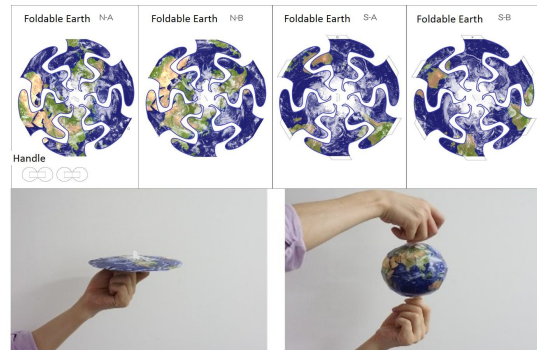

図2. 折りたたみ可能な地球の模型展開図(上)と立体形状(下)
(1) 図2に、作製した地球の模型を示す。4枚の展開図から地球を作ることができる。展開図を月面に変えることで、同様に月を作ることができる。展開図の素材はコピー用紙であり、通常のプリンタで、安価に大量に作成することが可能である。